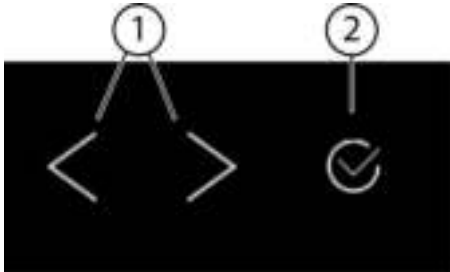
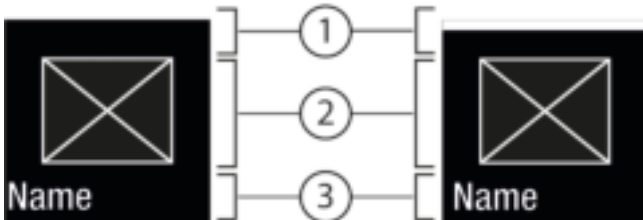
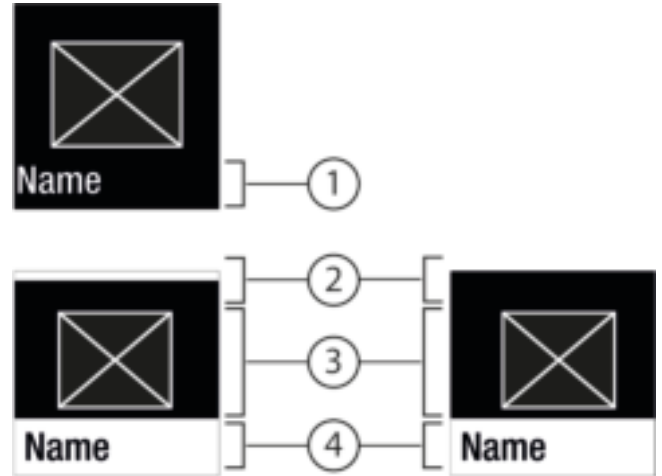

Fig. 5
Fig. 6
Fig. 7
- (1) Navigatiepijl links / rechts (2) Bevestigen
**Navigatiepijl links / rechts Fig. 5 (1):**
**Bevestigen Fig. 5 (2):**
- Met de navigatiepijl links / rechts Fig. 5 (1) navigeren.
- Met bevestigen Fig. 5 (2) de functie / instelling activeren Fig. 6 (1) / deactiveren Fig. 6 (1).
- Met bevestigen Fig. 5 (2) het submenu Fig. 7 (4) oproepen.
- Nieuwe waarde instellen: Met bevestigen Fig. 5 (2) een gedeactiveerde waarde Fig. 6 (1) selecteren.
- Terug naar het menu: Met bevestigen Fig. 5 (2) de al geactiveerde waarde Fig. 6 (2) selecteren.
- ▶ Druk zo vaak op de navigatiepijlen *Fig. 5 (1)* tot de wordt weergegeven.
- ▶ Bevestigen *Fig. 5 (2)* indrukken.
- ▶ Druk zo vaak op de navigatiepijlen *Fig. 5 (1)* tot de reinigingspositie wordt weergegeven.
- ▶ Met de navigatiepijlen *Fig. 5 (1)* de instelwaarde kiezen.
- ▷ Status: geactiveerd *Fig. 6 (1)* wordt kort op het submenu *Fig. 7 (4)* weergegeven.
- ▶ Navigatiepijlen *Fig. 5 (1)* zo vaak indrukken totdat instellingen  wordt weergegeven.
- ▶ Druk zo vaak op de navigatiepijlen *Fig. 5 (1)* tot de gewenste instelling wordt weergegeven.
- ▶ Bevestigen *Fig. 5 (2)* 3 seconden lang indrukken.